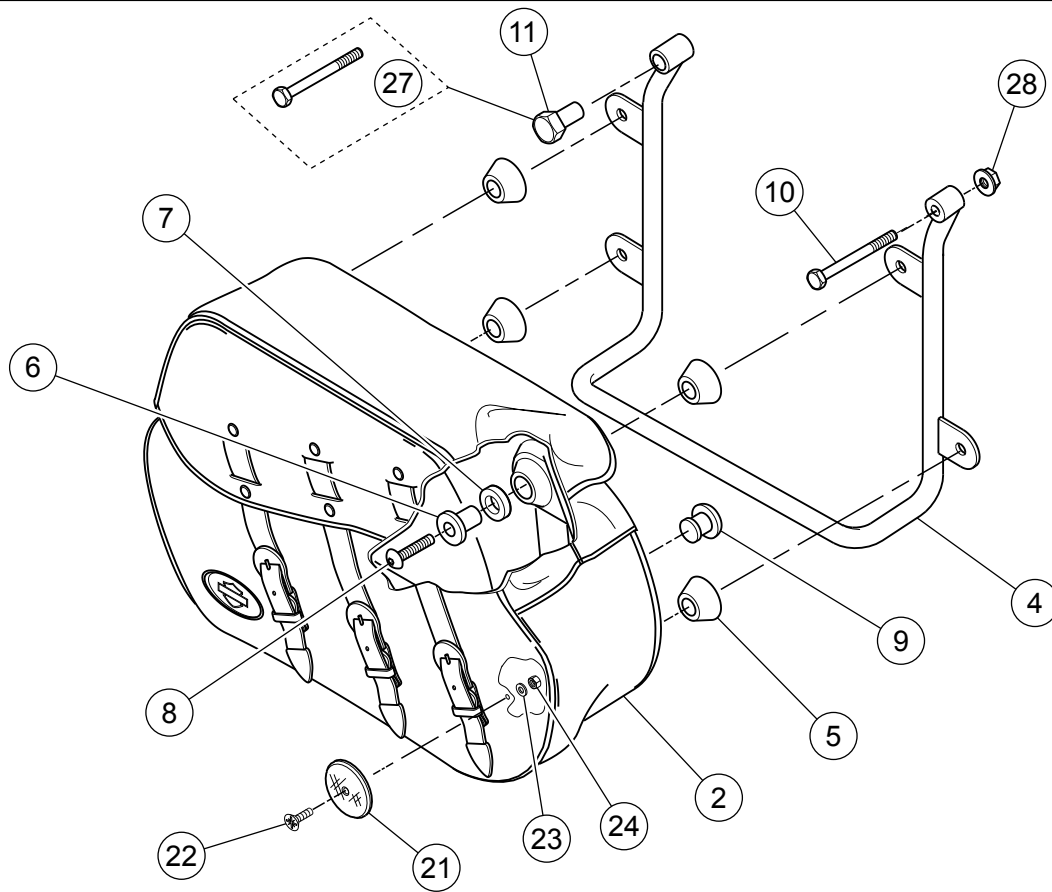

Figura 12. Parti di ricambio (kit 3 di 3)
1. Vedere Figura 12. Collocare la staffa della borsa in posizione, con il foro anteriore di fissaggio della staffa al di sopra del prigioniero superiore dell'ammortizzatore posteriore (1999 ed anni precedenti) o all'ubicazione del bullone (2000-2003). Fissare il foro dell'attacco posteriore della staffa con il bullone da 2-3/4 pollici (10) ed il dado bloccante esistente rimosso al punto 4 del riposizionamento dell'indicatore di direzione posteriore. Se sono installate le piastre laterali, usare la rondella (17) per riempire lo spazio tra il coperchio del sostegno del parafrangente ed il cuscinetto di riposizionamento. Se non sono presenti le piastre laterali, collocare la rondella sulla parte esterna del cuscinetto di riposizionamento.
2. **Sui modelli 1994-1999**, fissare il foro di attacco anteriore della staffa con il dado a barilotto (11). **Sui modelli 2000-2003**, fissare il foro di attacco anteriore della staffa con viti a testa esagonale da 1/2-13 x 3,00 (27). Serrare il dado a barilotto (o la vite) ad una coppia di 28,5-47,5 N·m (21-35 ft-lb). Serrare il bullone della staffa posteriore (10) ad una coppia di 16,3 N·m (12 ft-lb).
3. Vedere Figura 12. Montare una rondella dell'isolatore (7) sulla boccola dell'isolatore (6). Posizionare una vite (8) attraverso la boccola.
5. Vedere Figura 12. Spingere un isolatore della borsa (5) sopra la boccola a forma conica verso la borsa.
8. Vedere Figura 12. Centrare il catarifrangente (21) nell'angolo posteriore inferiore della borsa e contrassegnare la posizione del foro.
9. Vedere Figura 12. Punzonare il foro nella borsa e montare il catarifrangente nel punto indicato. Utilizzare la vite a testa tronco-conica (22), la rondella (23) ed il dado bloccante (24).